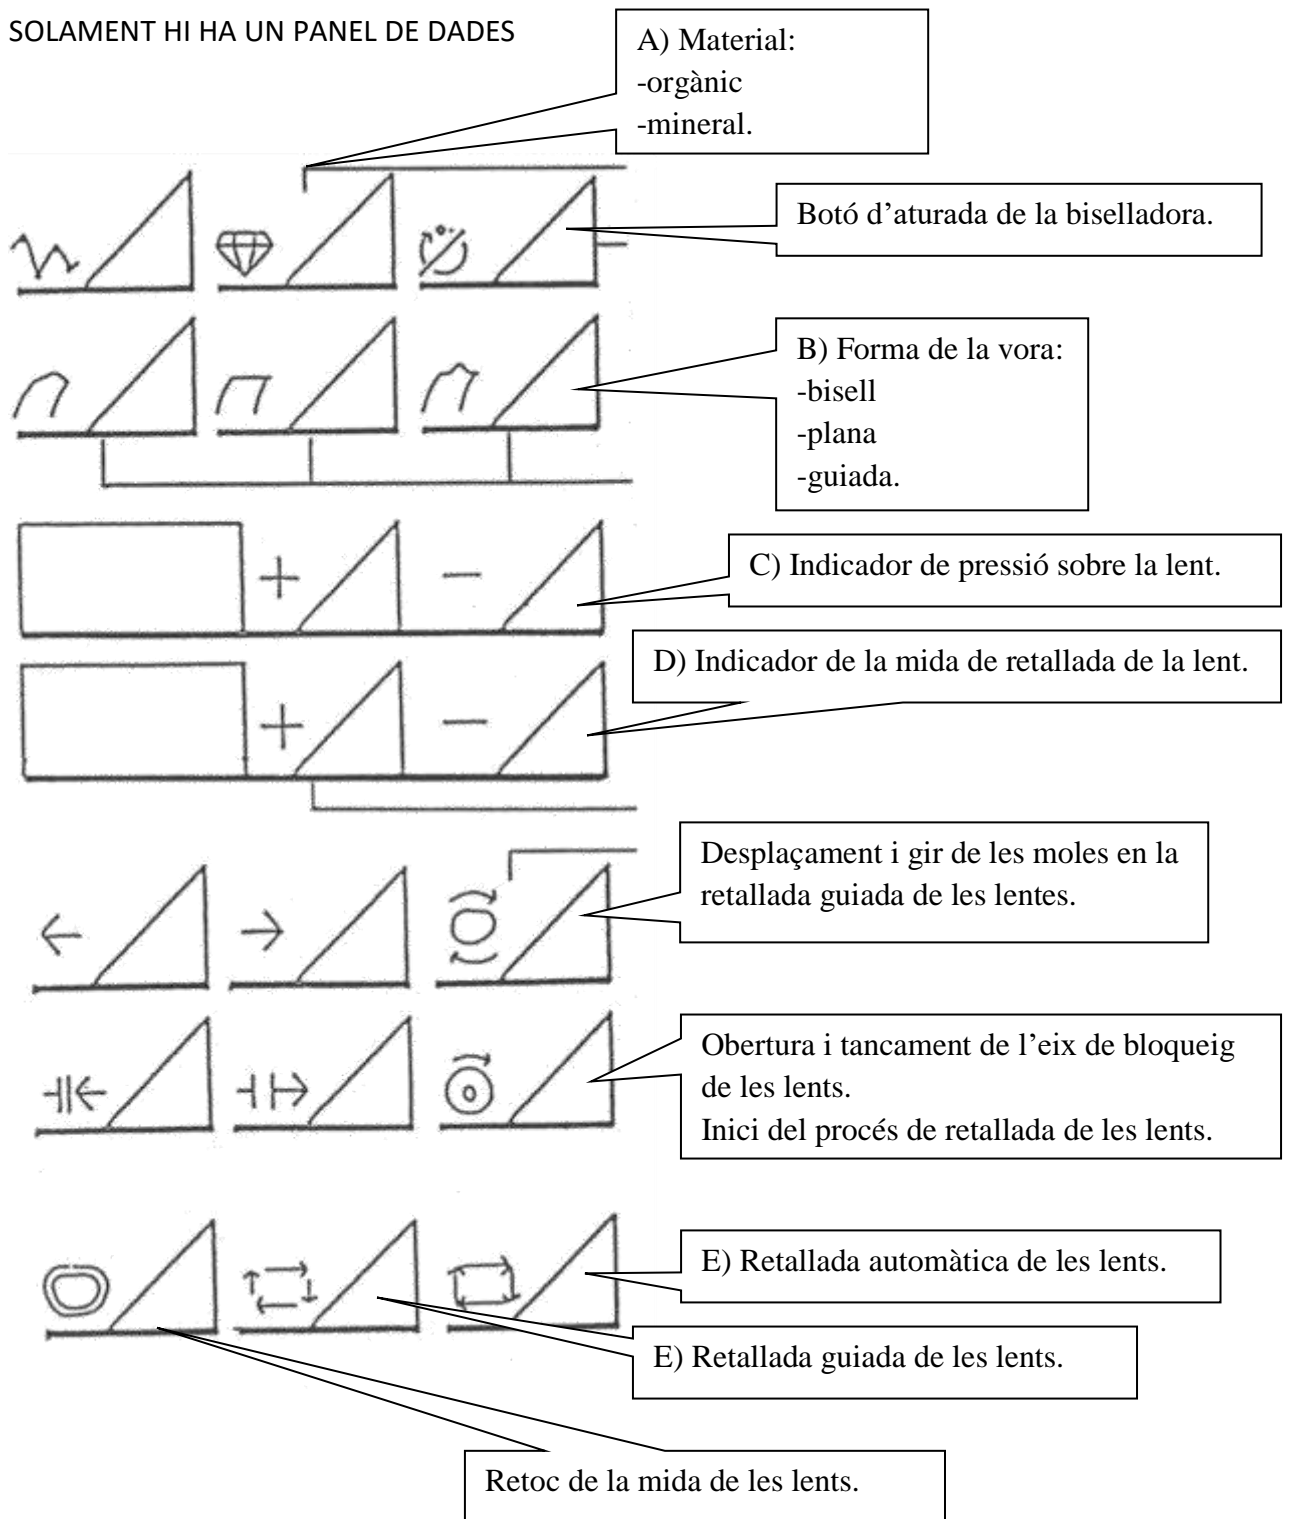

Figura 6
2. Introduir les dades de retallada de les lents (figura 6).